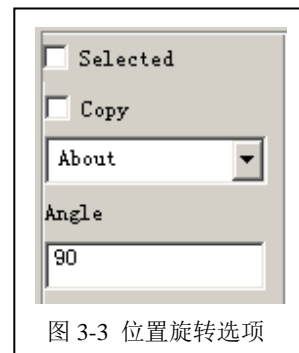

图 3-3 位置旋转选项
3.3 在 ADAMS/View 中位置/方向库中选择位置旋转 (Position: Rotate...) 图标 ，在角度(Angle)一栏中输入 90，表示将对象旋转 90 度。如图 3-3 所示。